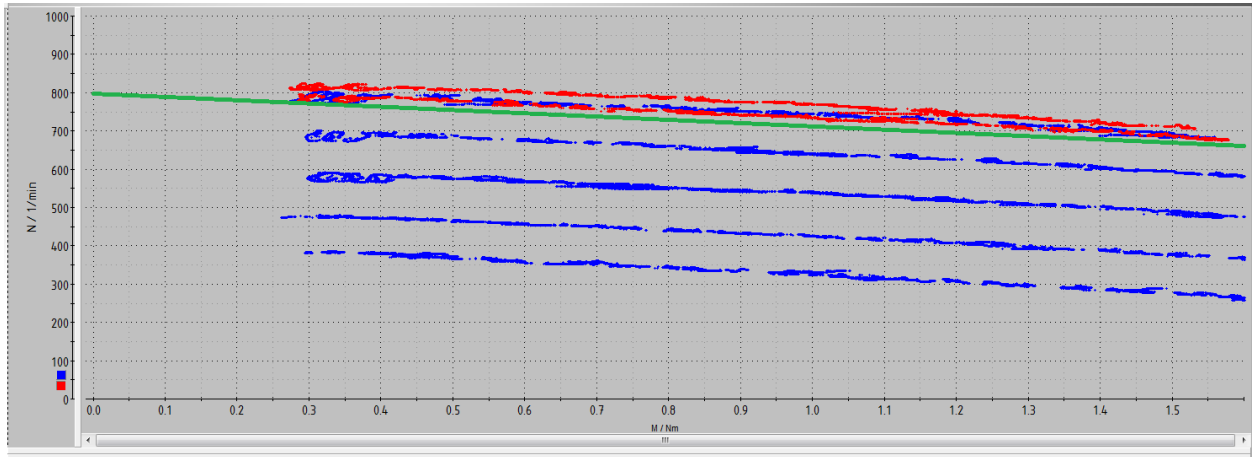

Abbildung 5.1: Drehzahl-Drehmomentkennlinienfeld
a) Die gemessene Drehzahl-Drehmomentkennlinie ist in Abb. 5.1 dargestellt.
Die eingezeichnete grüne Kennlinie in dem Kennlinienfeld Abb.5.1 ist die berechnete Kennlinie. Sie ist parallel verschoben, dieser Offset wird durch Ungenauigkeit des Drehmoments verursacht. Die Änderung der Steigung im Feldschwäcbereich ist fast nicht zu erkennen, da das Feld nur geringfügig verringert wird.